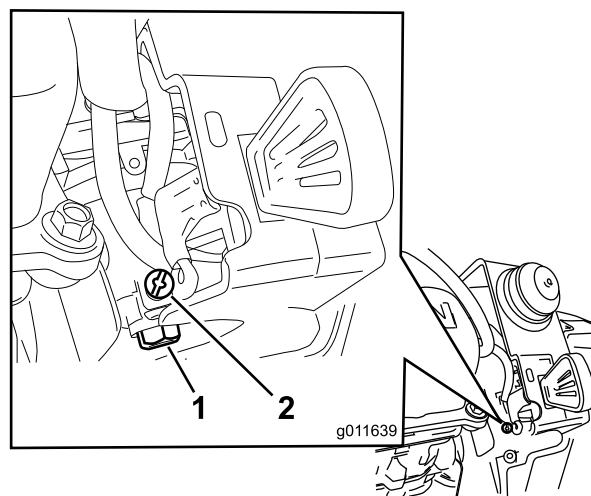

Рисунок 30
- B. Вывинчивайте, но не вынимайте, маленький винт на боковой стороне топливного стакана карбюратора (Рисунок 30) до тех пор, пока топливо не начнет вытекать из карбюратора. Храните топливо в штатной емкости.